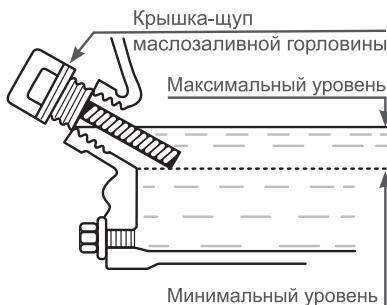

Рис. 7 Проверка уровня масла в картере
4. Аккуратно вытащите щуп и осмотрите его. Уровень масла должен соответствовать верхней отметке на щупе. При недостаточном уровне масла в картере необходимо долить чистое масло до верхней отметки на щупе, что соответствует нижней кромке заливного отверстия (Рис. 7). После окончательной проверки, плотно закрутите крышку-щуп.
Максимальный уровень масла в картере соответствует нижней кромке маслозаливной горловины (Рис. 7).